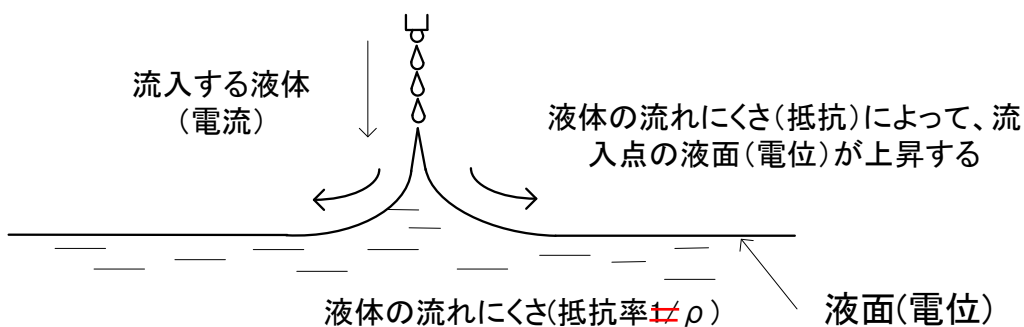

図2
となり、この抵抗 R [Ω] を接地抵抗とします。但し、電位 E (V) は、図 2 からわかるように電流の流入・流出のないときの液面の高さから、流入・流出することによって、どれだけの液面（電位）が変化（電位差）したかを表しています。電気的には流入・流出によって影響を受けない無限遠の位置を基準として、電位の上昇を測定します。